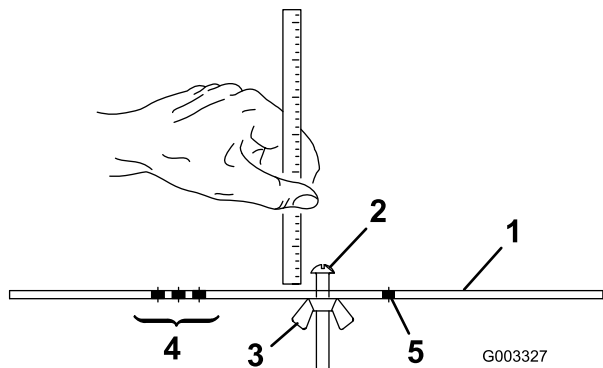

Figura 20
2. Afloje la tuerca de la barra de ajuste (Figura 20) y ajuste el tornillo para la altura de corte deseada. La distancia entre la parte inferior de la cabeza del tornillo y la cara de la barra es la altura de corte.